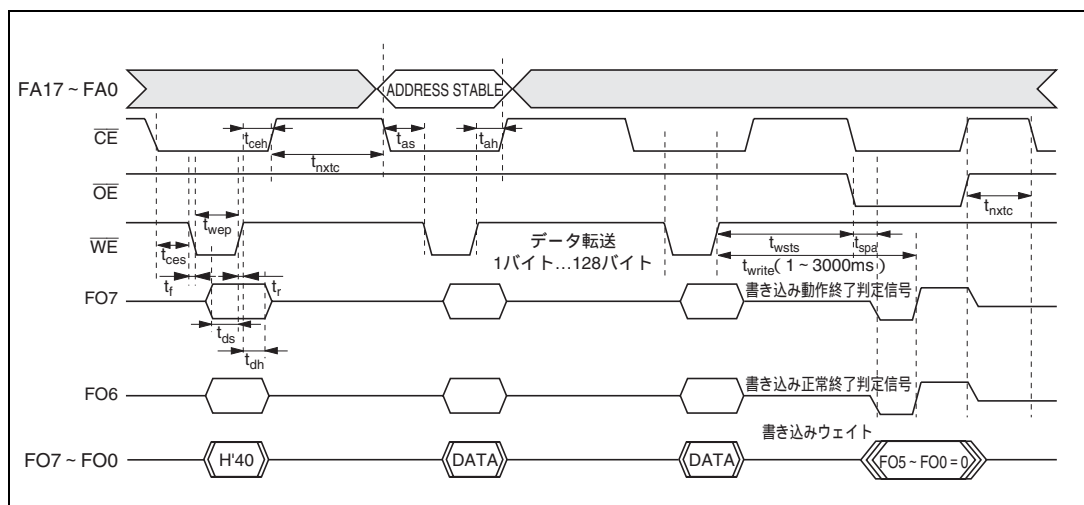

図 23.20 自動書き込みモードのタイミング波形
- (d) メモリアドレスの転送は、第2サイクルで行います ( 図23.20 )。第3サイクル以降では転送しないでください。